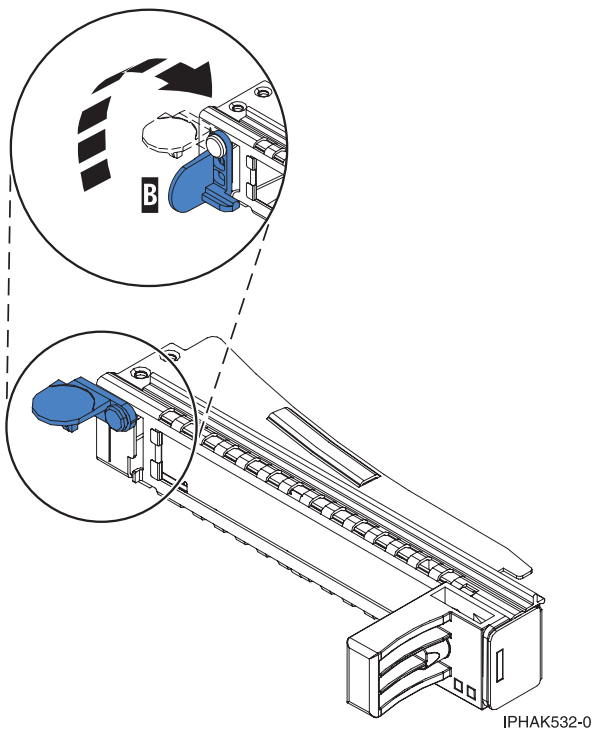

Figura 69. Apertura de la abrazadera de la contrapunta
- b. Gire la abrazadera de la contrapunta en posición de abierto. Consulte Figura 69.